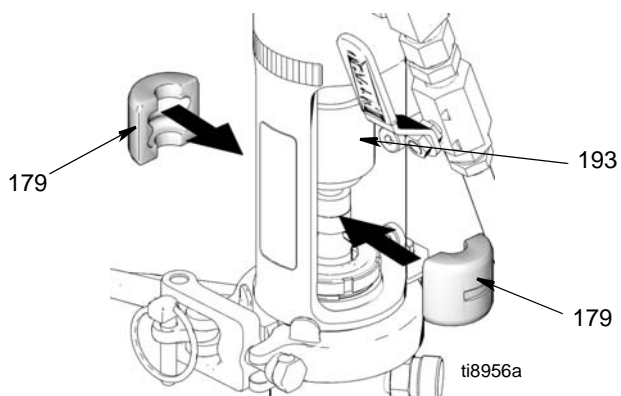

FIG. 24
5. (Fig. 24) Skyv muffedekslet (193) opp for å avdekke pumpestangen. Monter stangmuffene (179) over stangen.